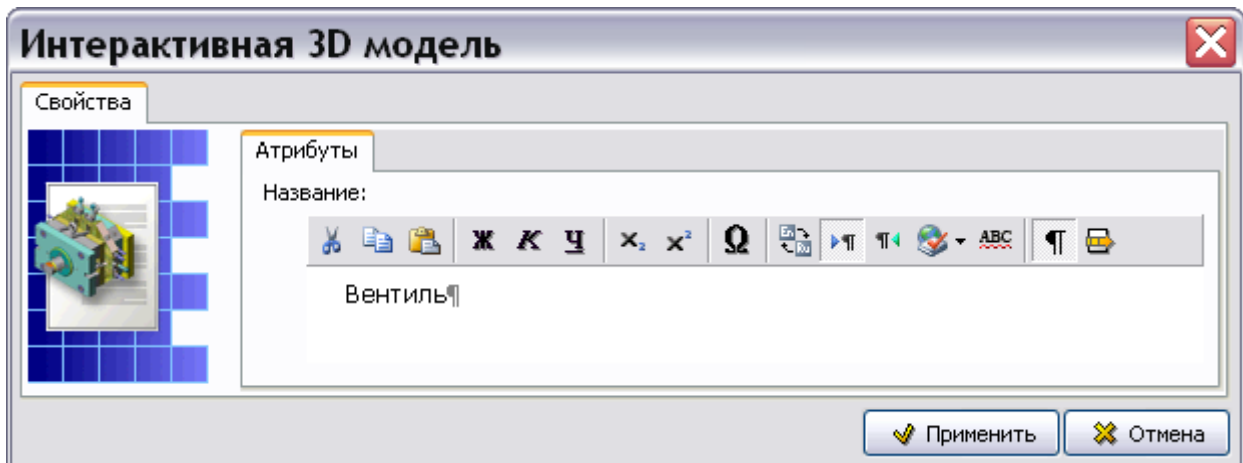

Рис. 6.75
2. Нажмите на кнопку **IPA модель** . При этом откроется окно **Интерактивная 3D модель** (Рис. 6.75).
3. Заполните вкладку **Атрибуты**, как показано на Рис. 6.75.